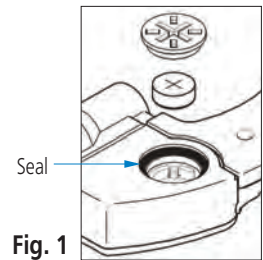

Fig. 1
5. เมื่อทำการปิดฝาครอบช่องต่อสายสัญญาณและฝาแบตเตอรี่ ระวังไม่ให้ฝาปิดกดทับขั้วสาย (**Fig. 1**)